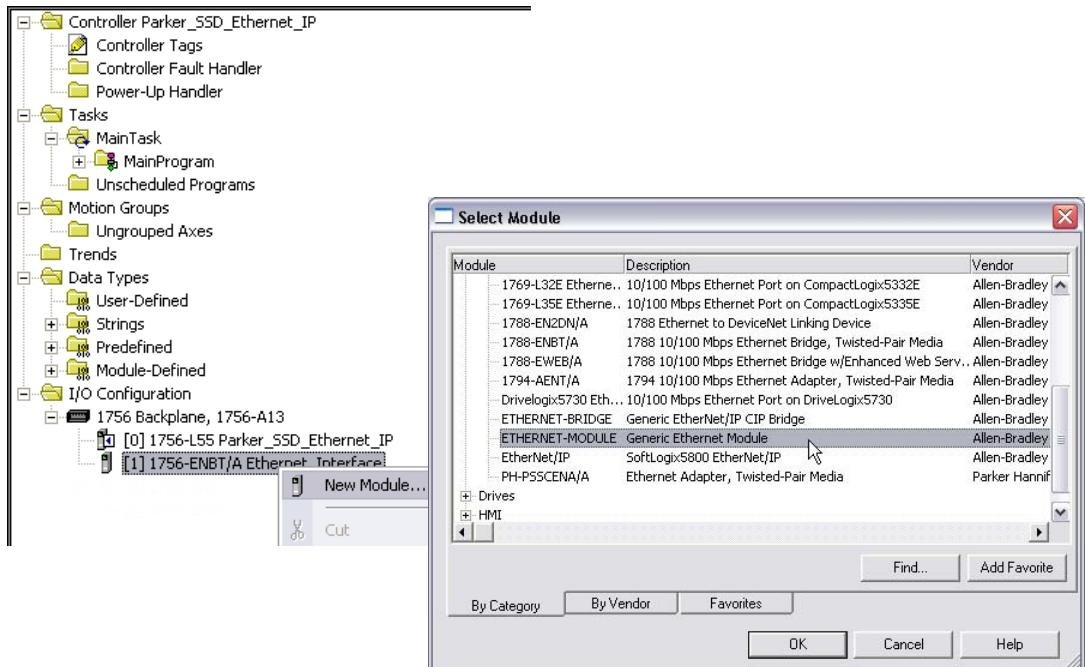

Figure 21. Sélectionnez le module générique Ethernet
3. Cliquez avec le bouton droit sur le module d'interface Ethernet, sélectionnez New Module (Nouveau module). Cet écran autorise la sélection du module Ethernet générique. Consulter la figure 21.